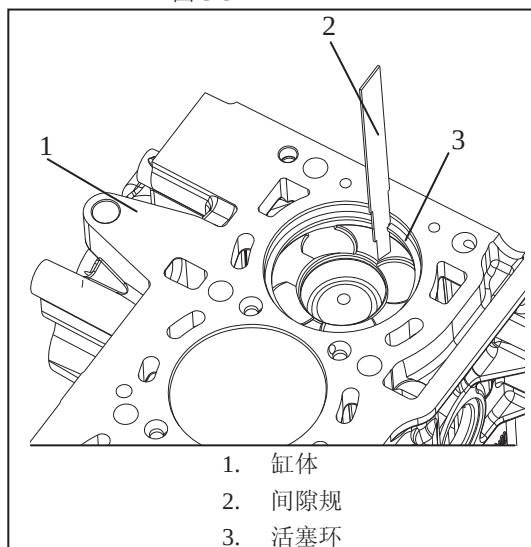

图 5-6
3、测量活塞环端隙 (图 5-6): 将活塞装入气缸, 再将活塞环嵌入气缸, 用活塞顶面固定活塞环, 活塞环与活塞顶面贴合, 用塞尺测量间隙。若间隙超差, 则更换活塞环。注意: 在嵌入活塞环前,